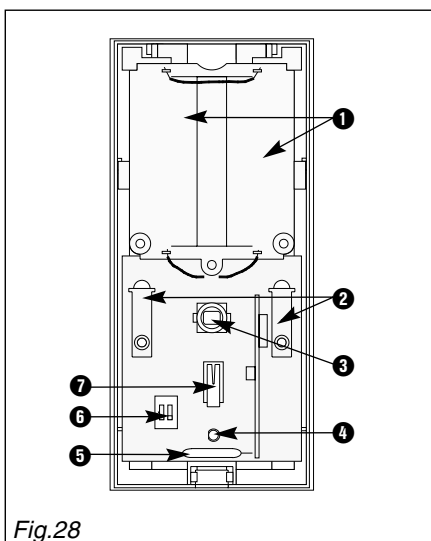

Fig.28
3.4.3.2 Composants du produit (fig. 28)
- Piles lithium ①,
- Contacts à l'arrachement ②,
- Pyrocapteur ③,
- Voyant de visualisation ④ du test de déplacement,
- Ampoule Reed ⑤ pour le test de déplacement,
- Cavalier ⑥ pour le comptage d'impulsion,
- Contact d'autoprotection ⑦.